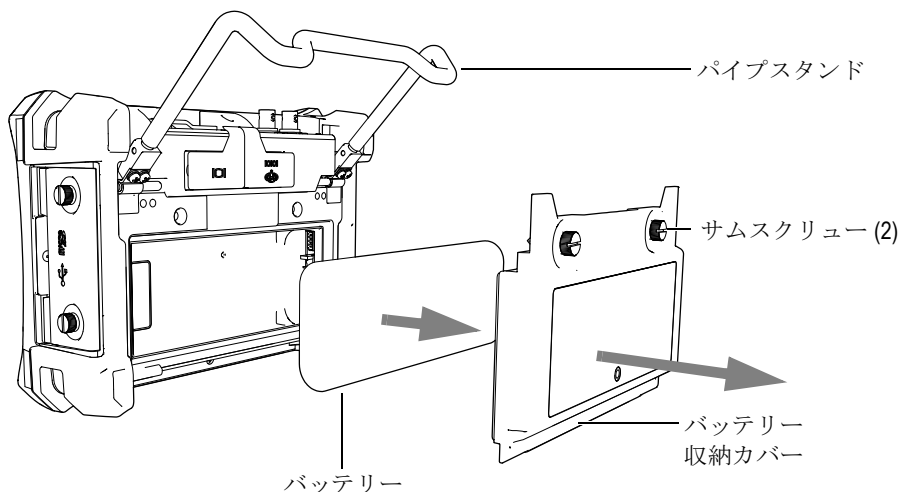

図 1-7 リチウムイオンバッテリーを取り外す
2. 探傷器の背面で、バッテリー収納カバーを固定している 2 本のサムスクリューを緩めます（19 ページ図 1-7 参照）。
3. バッテリー収納カバーを取り外します（19 ページ図 1-7 参照）。
6. 探傷器の背面にバッテリー収納カバーを取り付け、2 本のサムスクリューを締めます（19 ページ図 1-7 参照）。